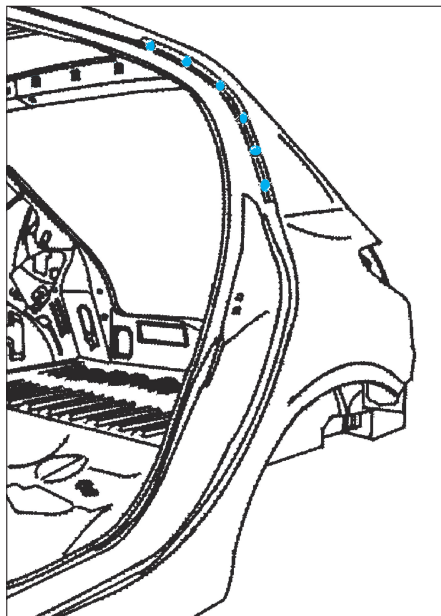

FIG. 125
• Poser le support arrière de joint de jet d'eau (Fig.125).